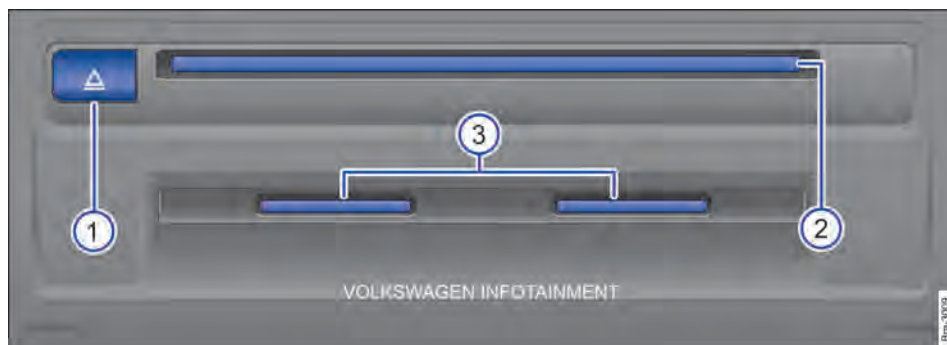

Fig. 144 Unidade multimídia externa: no porta-luvas.
Legenda para → Fig. 144:
- Após a solicitação, inserir o CD na entrada para CD da unidade de CD → Fig. 144 ② até que seja puxado automaticamente para dentro.
- Pressionar o botão de ejeção → Fig. 144 ①.
Na entrada de cartão SD → Fig. 144  somente podem ser inseridos cartões SD com as dimensões de 32 mm x 24 mm x 2,1 mm (1,26 x 0,94 x 0,083 polegadas) **ou** 32 mm x 24 mm x 1,4 mm (1,26 x 0,94 x 0,055 polegadas).